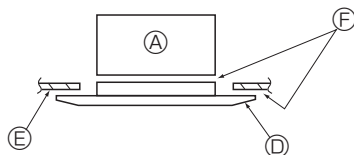

Fig. 10-7
- * Kontrollér, at der ikke er afstand mellem hovedenheden og panelet eller panelet og loftet. (Fig. 10-7)